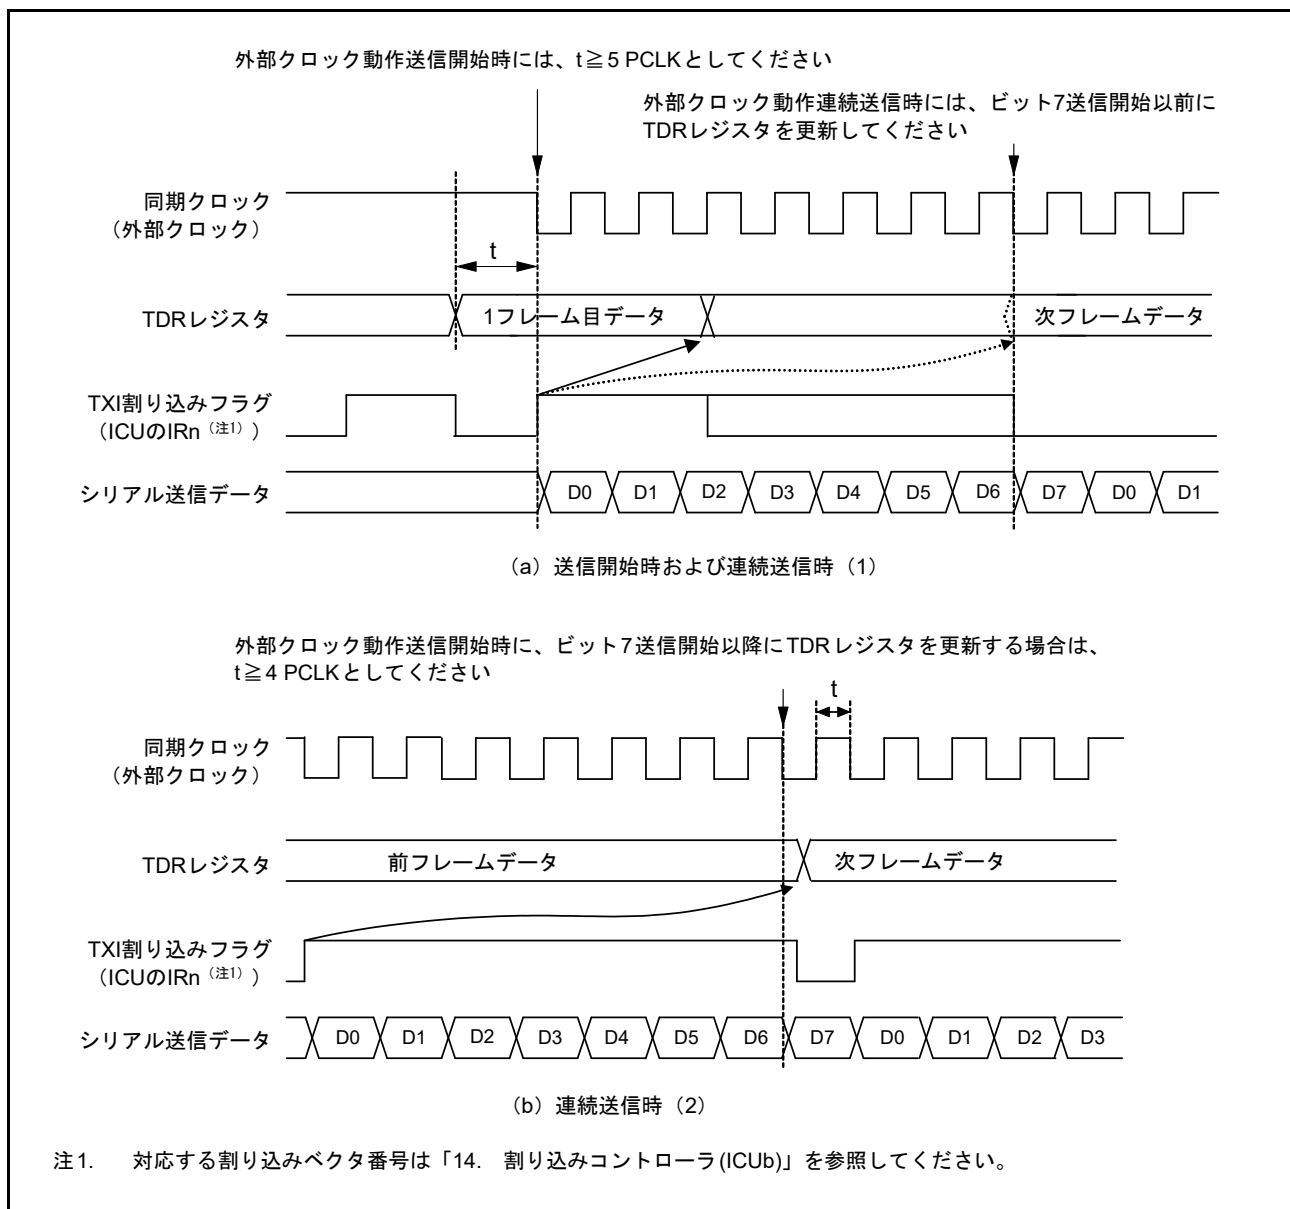

図 29.76 クロック同期式モード送信での外部クロック使用の制約事項
CPU、DMAC または DTC による TDR レジスタの更新後、PCLK で 5 クロック以上経過した後に送信クロックを入力してください (図 29.76 参照)。
- ビット7の送信クロックの立ち上がり以前に、TDR レジスタまたは TDRL レジスタに次の送信データを書き込んでください (図 29.76 参照)。
- ビット7送信開始以降に TDR レジスタを更新する場合は、同期クロックが Low の期間に TDR レジスタを更新し、かつビット7の送信クロックの High 幅を、4 PCLK 以上にしてください (図 29.76 参照)。